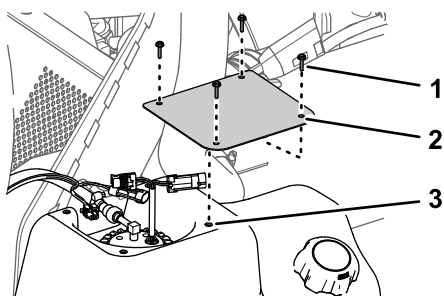

Figure 121
1. Fixez le couvercle sur le réservoir (Figure 121) à l'aide des 4 vis (n° 10 x 3/4") retirées à l'opération 2 de Dépose du couvercle de la pompe à carburant (page 76).